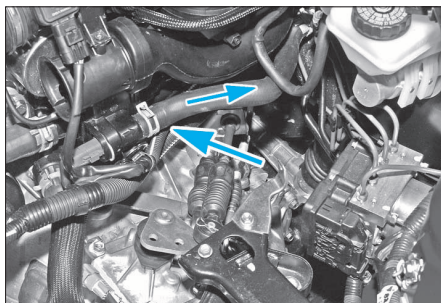

FIG. 45
- Débrancher la durit venant du chauffage (Fig.45).